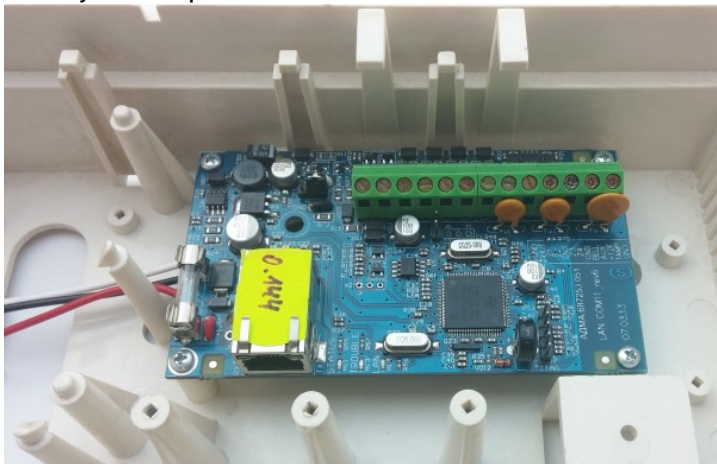

Рисунок 32. Коммуникатор «LanCom» rev.15 в корпусе прибора
2. Установить коммуникатор в корпус прибора (рисунок 32), соединить его с платой ППКОП и сетью Ethernet согласно схеме на рисунке 43;